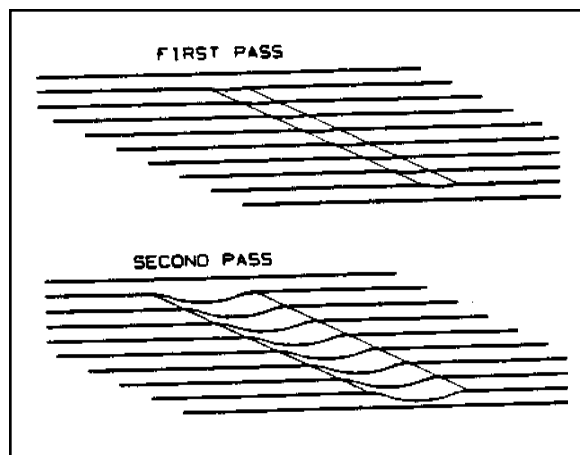

Figure 14
1. **MARQUES DE TAMBOUR**...sont provoquées lorsque l'opérateur abaisse le tambour sur le plancher sans déplacement. On enlève ces marques en ponçant à un angle de 45 degrés aux marques. Ponçez la marque suivant le même parcours ne fera qu'augmenter la profondeur et la largeur de la marque. (voir figure 14).